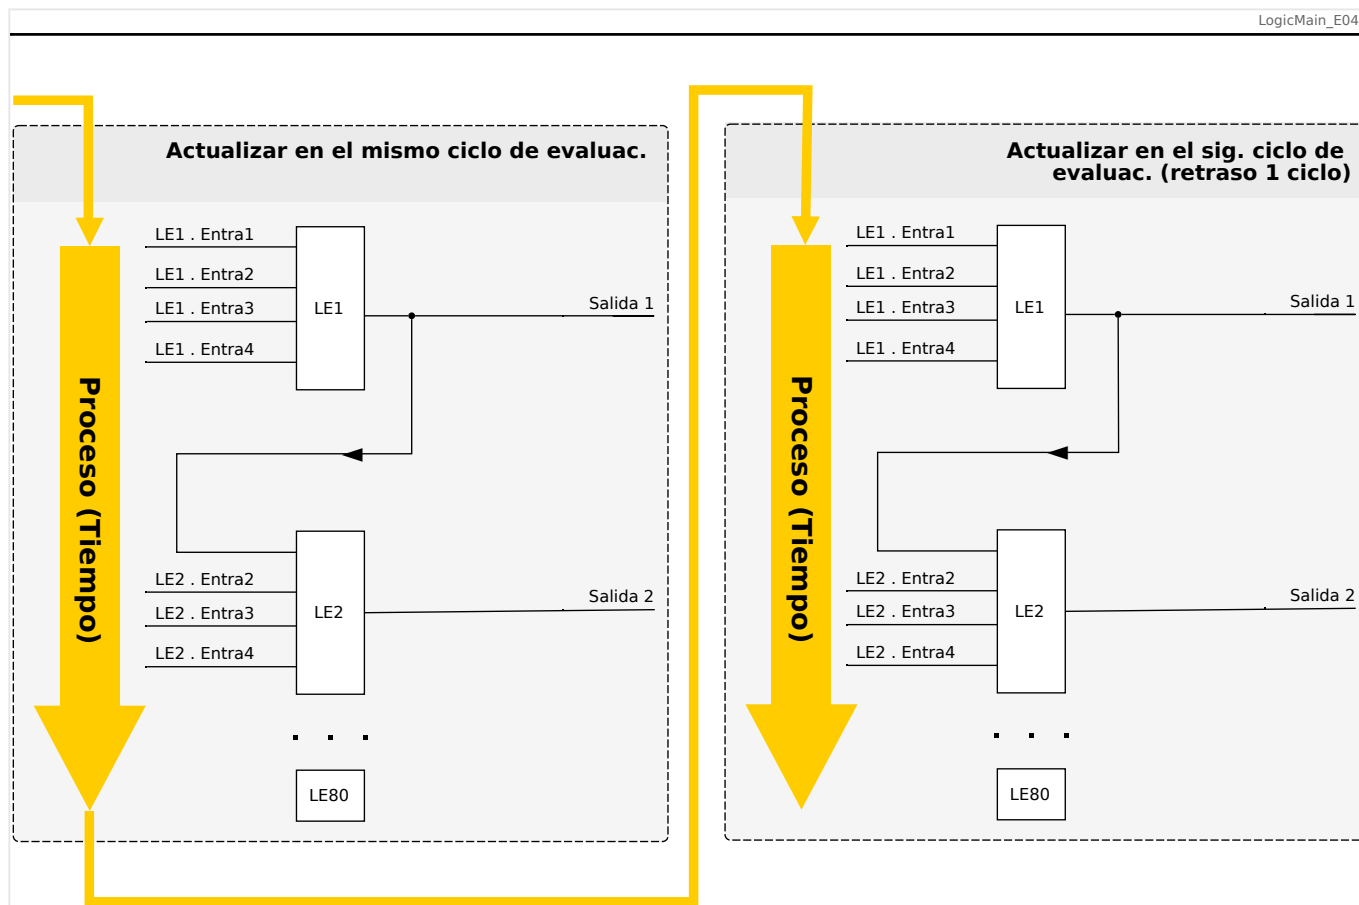
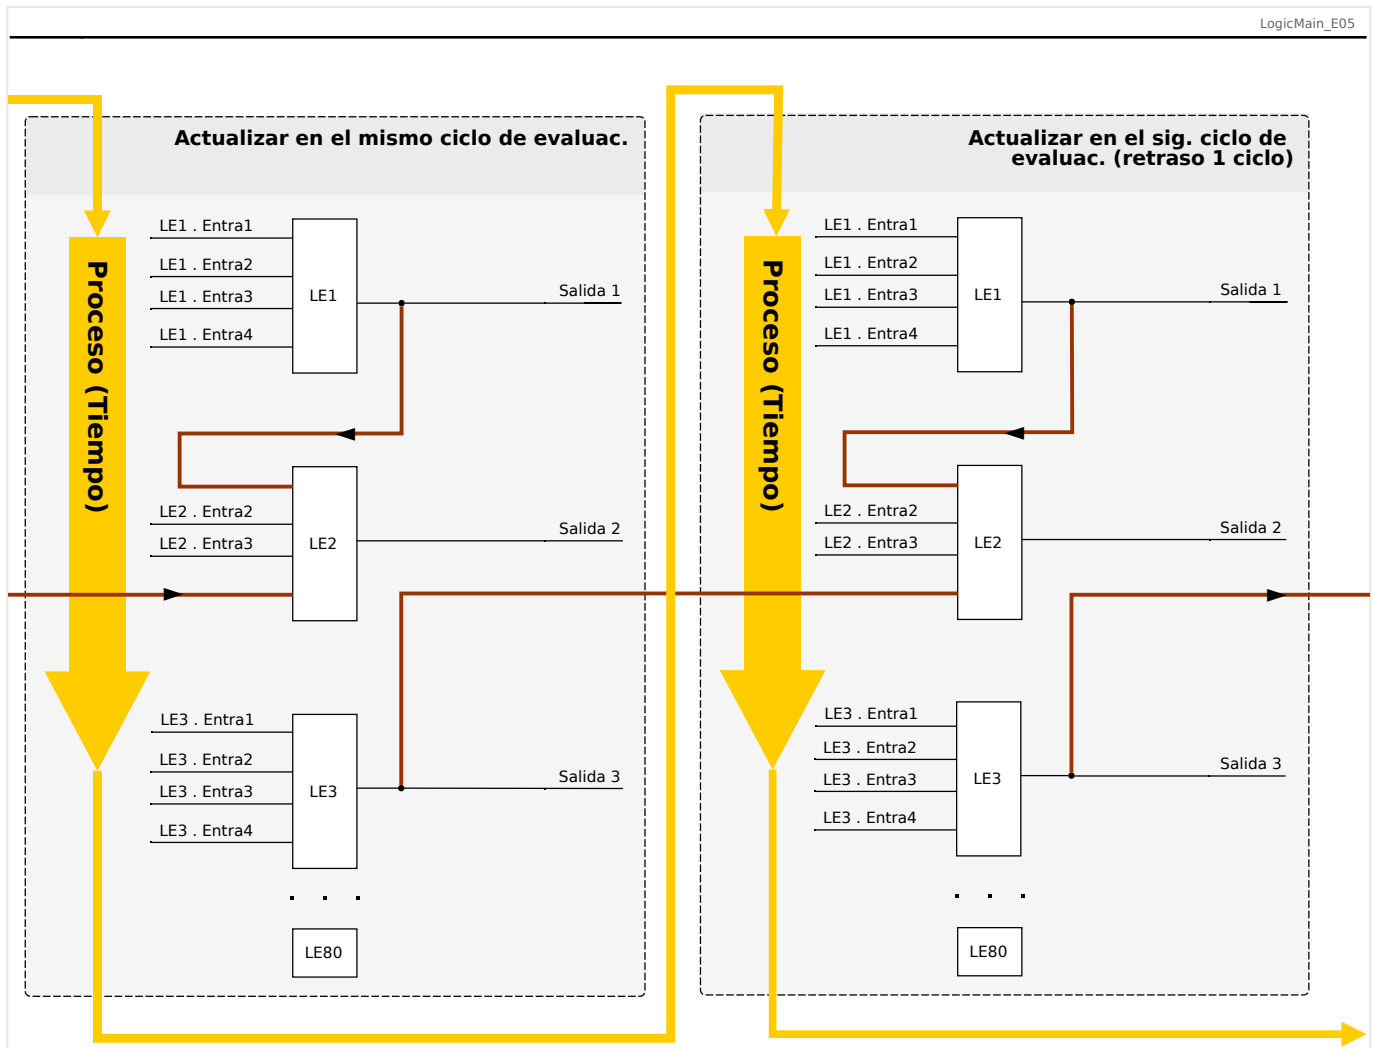

Fig. 76: Cascada en orden ascendente.
Fig. 77: Cascada en orden descendente.
- Una secuencia **ascendente** quiere decir que algunas de las salidas se usarán como entradas de una ecuación lógica con un número **mayor**. Por ejemplo, en el diagrama  Fig. 76 siguiente, se muestra un ejemplo en el que el resultado de la ecuación lógica LE1 se usa como entrada de la ecuación lógica LE2.
- Una secuencia **descendente** quiere decir que algunas de las salidas se usarán como entradas de una ecuación lógica con un número **inferior**. Por ejemplo, en el diagrama  Fig. 77, se muestra un ejemplo en el que el resultado de la ecuación lógica LE3 se usa como entrada de la ecuación lógica LE2.
Tanto la secuencia ascendente como la descendente se pueden usar y combinar entre sí, sin ninguna diferencia inmediata. Sin embargo, como todas las ecuaciones se evalúan en orden ascendente, los valores de tiempo de ejecución en sí que se usen como la entrada de una ecuación tendrán una "antigüedad" distinta, como se muestra en  Fig. 76 y  Fig. 77 a continuación.
En el ejemplo mostrado anteriormente en Fig. 77, la “Ecuación lógica 2” usa los estados de salida de otras dos ecuaciones, la “Ecuación lógica 1” y la “Ecuación lógica 3”. El resultado de la “Ecuación lógica 1” se usa en orden ascendente y, por lo tanto, se evalúa con el mismo ciclo de proceso. El resultado de la “Ecuación lógica 3” se usa en orden descendente y, por lo tanto, se evalúa en el ciclo de proceso anterior.